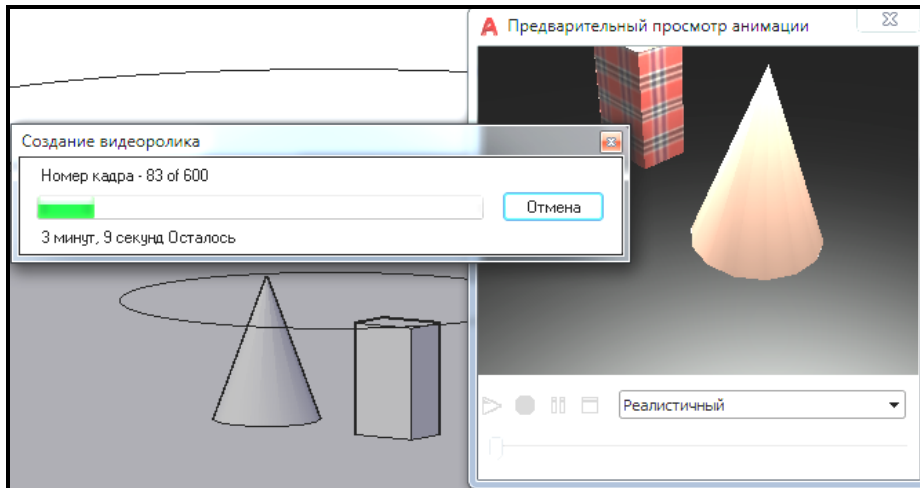

Рисунок 3.180 – Відображення часу розрахунку анімаційного файлу
7. Після того як всі кадри будуть обчислені і на екрані монітора буде показаний процес розрахунку, вихідний файл буде збережено (рис. 3.180). Час розрахунку залежить як від конфігурації комп'ютера, на якому була створена тривимірна сцена, так і від складності самої сцени.